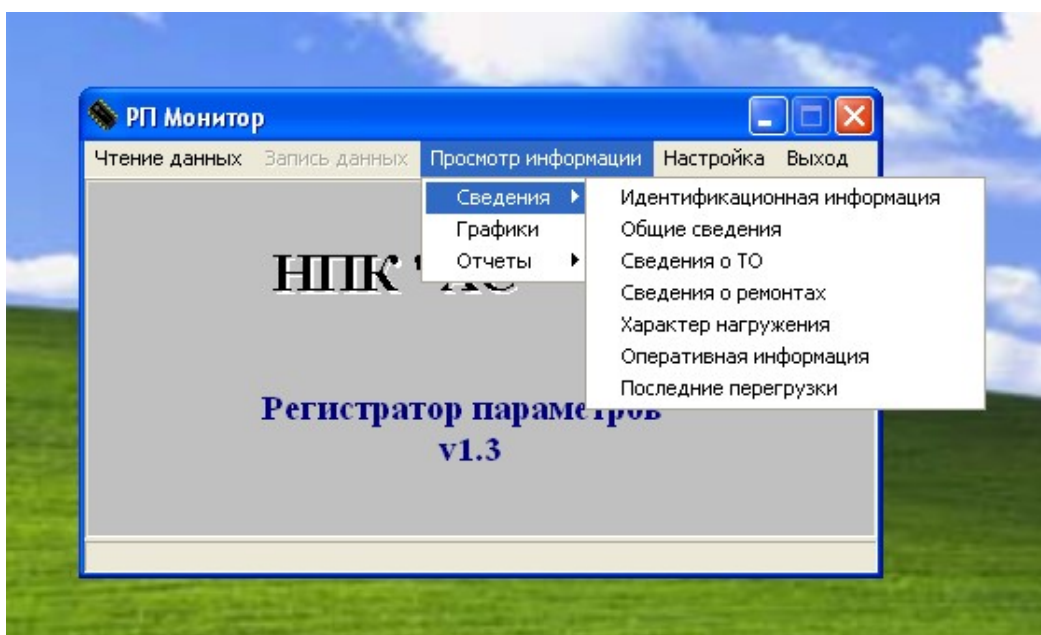

Рис.12
6.4.4. Раздел **"Сведения"** содержит 7 рубрик, Рис.12: